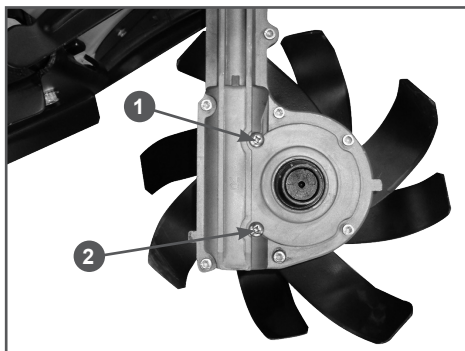

Рис. 13 Заправка масла в корпус редуктора
3. Открутите пробку 1 контрольного отверстия (Рис. 13).
4. С помощью специального шприца или масленки через контрольное отверстие 1 заливаете в корпус редуктора масло до тех пор, пока оно не начнет вытекать из контрольного отверстия 1 (Рис. 13).
9. Закрутите на место пробку 1 контрольного отверстия (Рис. 13).